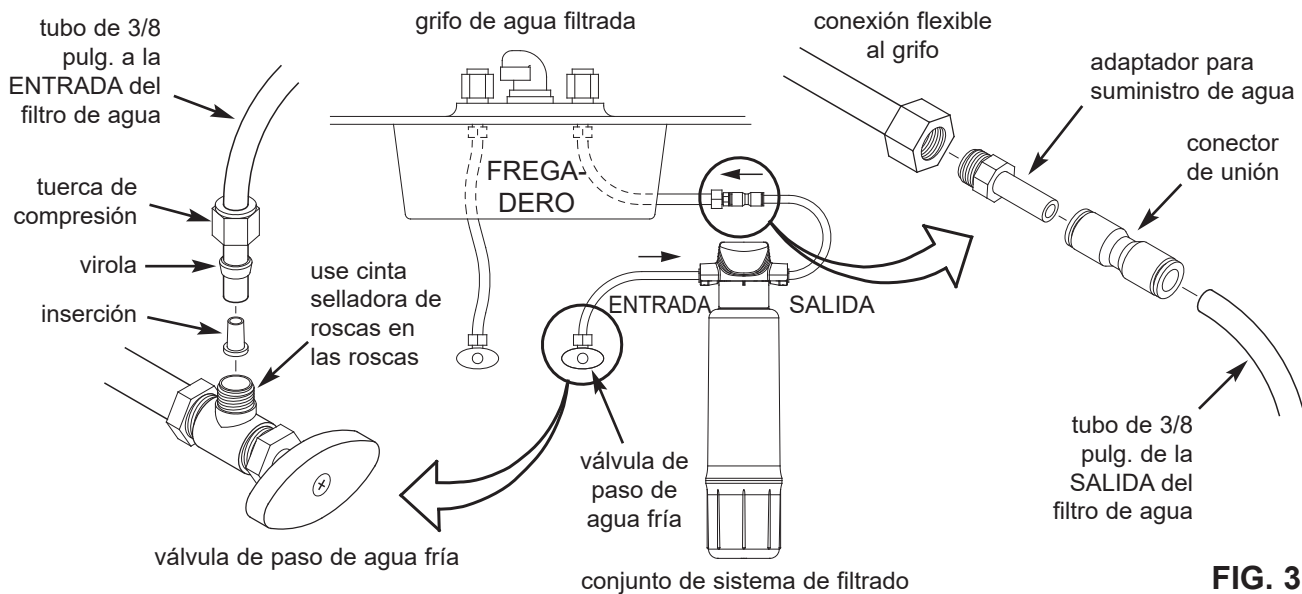

FIG. 3
Al planear la instalación, consulte **los códigos locales de plomería y cúmplalos**; luego instale las uniones para conectar el sistema de filtro de agua a la tubería de agua fría del fregadero. Se incluyen uniones (roscas 9/16-24) y tubo de 3/8 pulg. de D.E. a fin de proporcionar conexiones desde y hacia la entrada y salida del sistema de filtro de agua. En la Fig. 3. se ilustra una conexión típica con las uniones para suministro de agua que se incluyen.
3. Encuentre una pieza de la tubería de 3/8 pulg. suministrada, más la tuerca de compresión, la virola y la inserción de tubería que se incluyen. (Vea la Fig. 3). Monte las piezas en el tubo, como se ilustra en la Fig. 3, y enrosque la tuerca de compresión en la válvula de paso de agua fría. Apriétela para lograr una conexión a prueba de fugas.